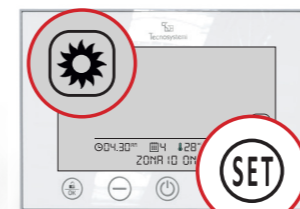

Fig. 11
5.3 Riscaldamento . Con crono master sbloccato, entrare in modalità setting e mediante il tasto scegliere il simbolo e confermare con il tasto . Se il sistema prevede il protocollo di comunicazione IR ed è attivo il Telecomando IR, verificare il lampeggio del valore 23 al centro del display LCD (Fig. 11).